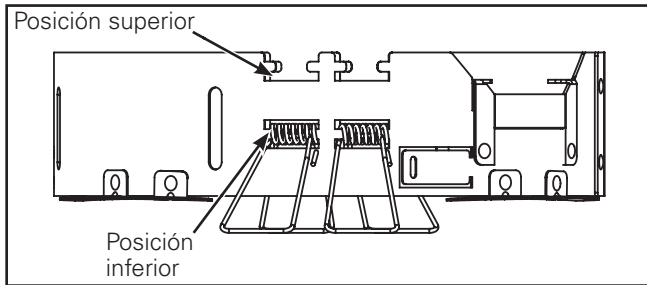

Figura 31
5. El anillo adaptador puede adaptarse a distintos grosores de techo y alturas del marco de yeso o el alojamiento por medio de las diferentes ubicaciones de las ranuras para los muelles de montaje. La luminaria LD8ART viene con los muelles en la posición superior para obtener un grosor total mayor del techo y el alojamiento en conjunto de 1" (25,40 mm) y no más de 2" (50,80 mm). Para los grosores de techo o alojamiento de entre 0,5" (12,70 mm) y 1" (25,40 mm), los muelles de montaje deben moverse a la posición inferior (Figura 31).